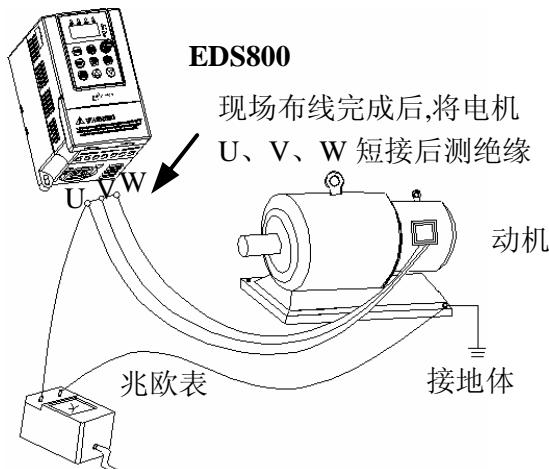

图 1-1 电机绝缘检查示意图
- (1) EDS800 系列变频器为电压型变频器，使用时电机的温升、噪声和振动与工频运行相比较略有增加，属正常现象。
- (2) 如果需要以低速恒转矩长期运行，必须选用变频电机。若使用一般的异步交流电机低速运行时，应监控电机温度或采取强制散热措施，以防烧毁电机。
- (3) 减速箱及齿轮等需要润滑的机械装置在长期低速运行时，可能由于润滑效果变差造成损坏，请事先采取必要措施。
- (4) 若超过电机额定频率运行时，除了考虑电机的振动、噪音增大外，还必须确保电机轴承及机械装置的使用速度范围，请务必事先确认。
- (5) 对于提升设备和大惯性之类的负载，变频器常会因产生过流或过压故障而跳闸，为保证正常工作，应考虑选配适当的制动组件。
- (6) 应通过端子或其它正常的命令通道对变频器进行起停控制。严禁在变频器输入侧使用接触器等强电开关直接频繁起停操作，否则会造成设备损坏。
- (7) 如果需要在变频器输出和电机之间安装接触器等开关器件，请确保变频器在无输出时进行通断操作，否则可能会损坏变频器。
- (8) 变频器在一定的输出频率范围内，可能会遇到负载装置的机械共振点，可设置跳跃频率来避开。
- (9) 使用前，应确认电源电压在允许的工作电压范围之内，否则应做变压处理或订购特种变频器。
- (10) 在海拔高度超过 1000 米的条件下，变频器应降额使用，每增加 1500 米高度输出电流约降低额定电流的 10%。
- (11) 电机在首次使用或长时间放置后再使用之前，应做电机绝缘检查。请使用 500V 电压型兆欧表按图 1-1 所示进行检查，绝缘电阻不得小于 $5 \text{ M}\Omega$ ，否则有损坏变频器的可能。